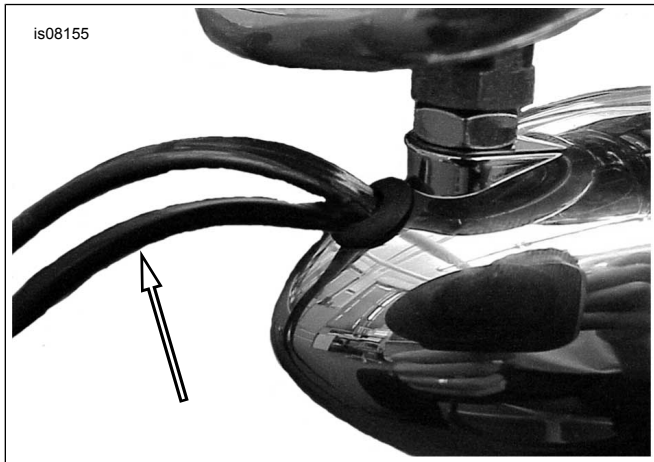

Figura 11. Colocación del cable conductor de la luz de paso
11. Vea Figura 11. Coloque el cable conductor de la luz de paso a través de la arandela aislante de la caja de la direccional.